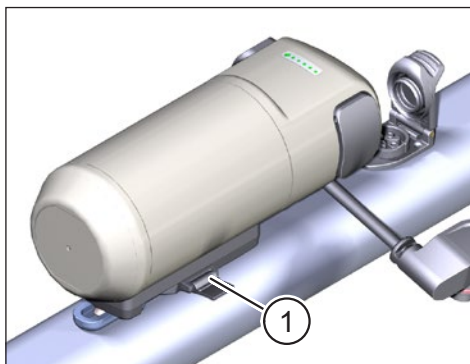

Fig. 6: FIDLOCK® sistema bloccato
- Spingete la linguetta di bloccaggio fino all'arresto (vedi Pos. 1 in Fig. 6) per fissare saldamente il Range Extender.